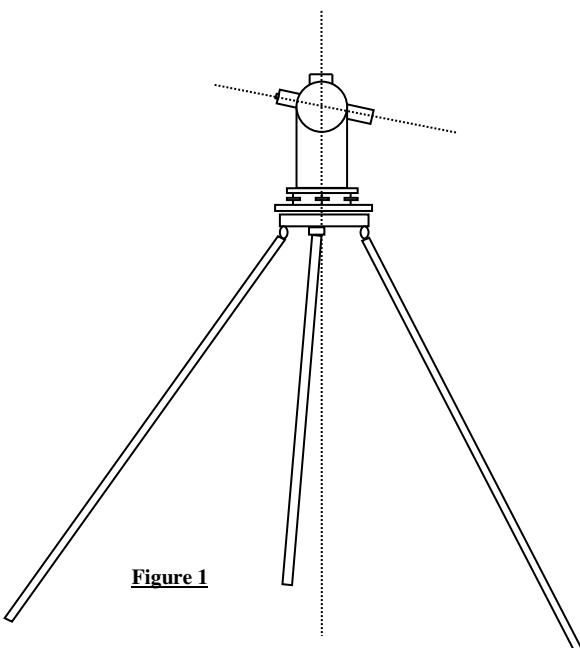

Figure 1
- L'inclinaison des jambes du trépied soit suffisante pour assurer la stabilité de l'ensemble (voir figure 1)